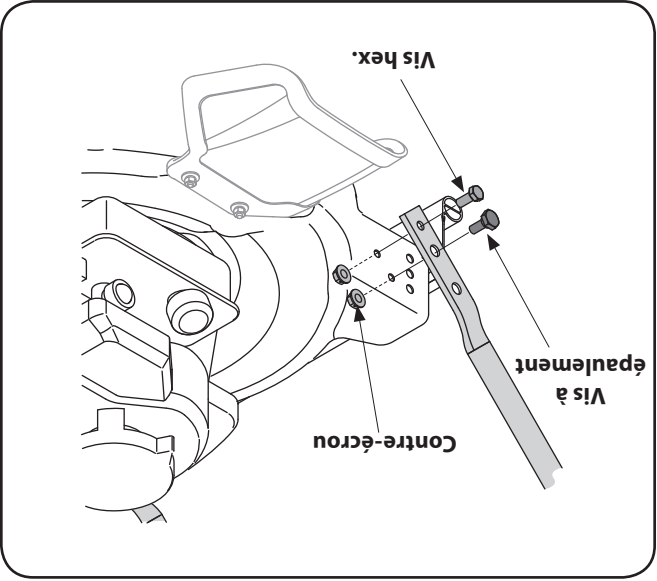

Figure 3-2
- Positionnez le guidon inférieur par-dessus le plateau de coupe et alignez les deux trous inférieurs du plateau de coupe avec les trous correspondants du guidon. Voir la Figure 3-2.
- Fixez le guidon inférieur sur le plateau de coupe en plaçant les vis à épaulement dans le trou supérieur et les vis hex. dans le trou inférieur, comme à la Figure 3-2. Maintenez toutes les vis avec des contre-écrous à collet. Serrez à fond.